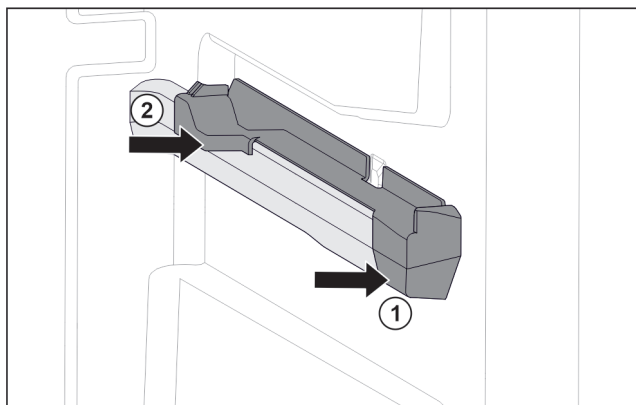

Fig. 30 Násuvný diel na pravom rebre nádoby
- ▶ Nasadte násuvný diel vpredu na rebro nádoby. Fig. 30 (1)
- ▶ Pritlačte násuvný diel vzadu. Fig. 30 (2)